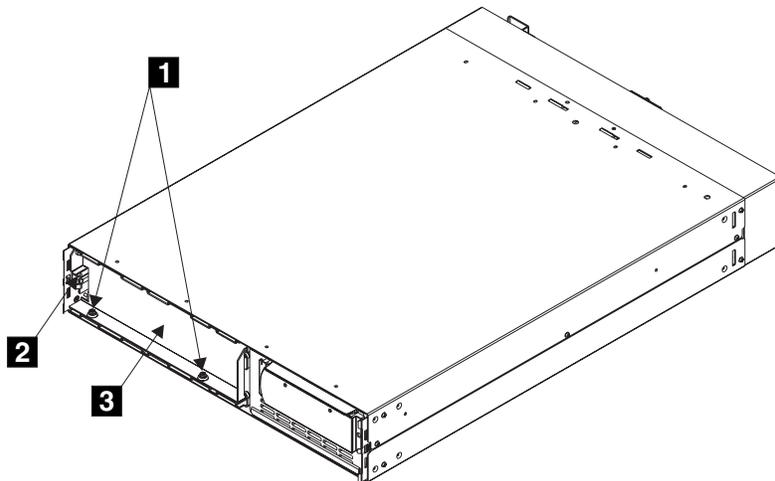

図 115. バッテリーの保持ブラケットの取り外し
3. バッテリー保存ブラケットを取り外します (224 ページの図 115 を参照)。